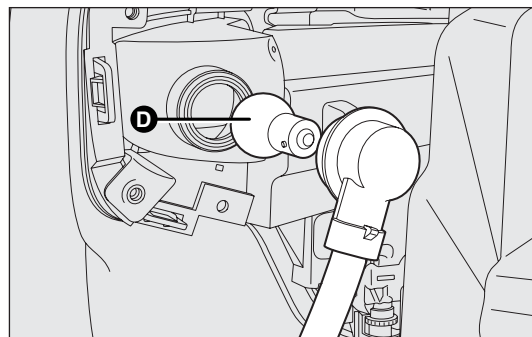

fig. 142
- ❑ estrarre la lampada D-fig. 142 spingendola leggermente e ruotandola in senso antiorario (bloccaggio a “baionetta”) quindi sostituirla;